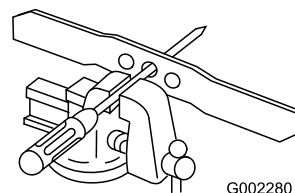

Figura 33
1. Compruebe el equilibrio de la cuchilla colocando el taladro central de la cuchilla sobre un clavo o el palo de un destornillador fijado horizontalmente en un torno de banco (Figura 33).